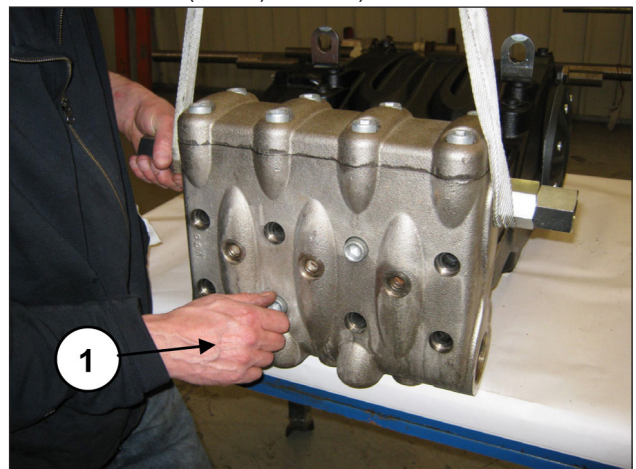
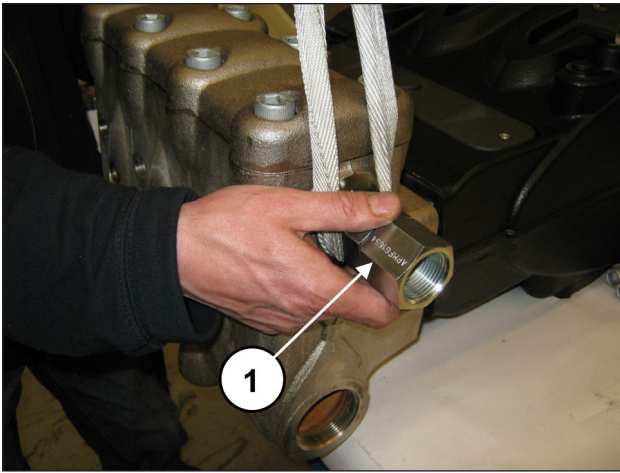

Abb. 105
Abb. 106
Beenden Sie den Ausbau, indem Sie die frontseitigen Verschlüsse G1/4" am Kopf abnehmen. Sie können nun den Kopf vom Pumpengehäuse durch Lösen der 8 Schrauben M16x180 demontieren (Pos. ①, Abb. 105). Achten Sie beim Ausbau des Kopfes darauf, nicht gegen die Kolben zu stoßen (Pos. ①, Abb. 106).